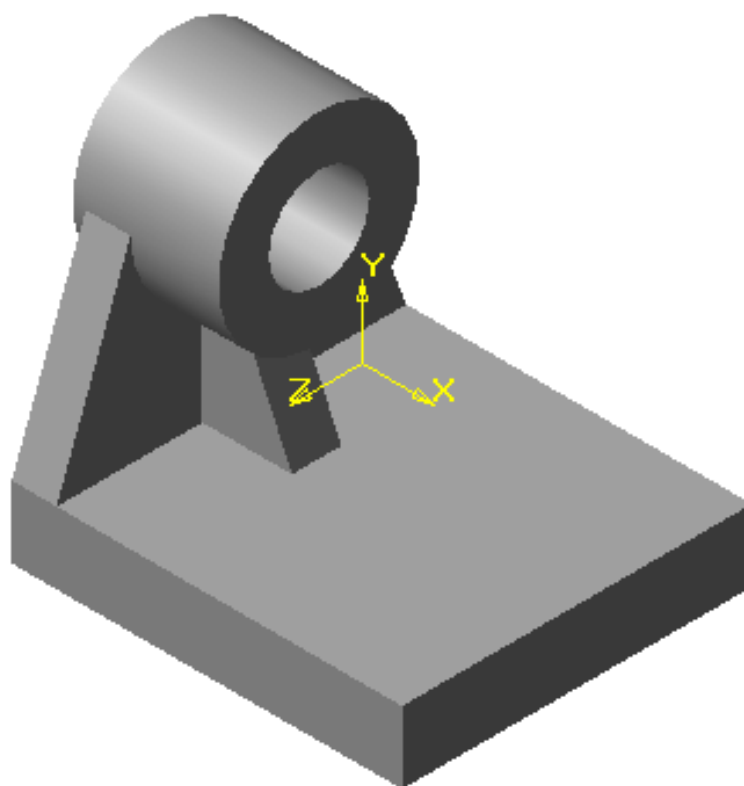

Рис. 2.60
**детали** выбираем кнопку **<Вырезать выдавливанием>**  и задаем параметры. Получаем модель, изображенную на рис. 2.60.